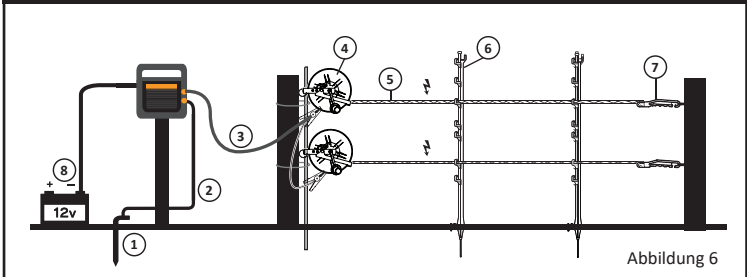

Abbildung 6
Befestigen Sie das Elektrozaungerät an einem Pfosten, (Figure 6) oder Sie können das Weidezaungerät mithilfe der eingebauten Drahhaken auch direkt an einen Zaun hängen.
- Das mitgelieferte Batterie-Anschlussdrahtset des Weidezaungeräts an die Batterie anschließen. (Abbildung 6)